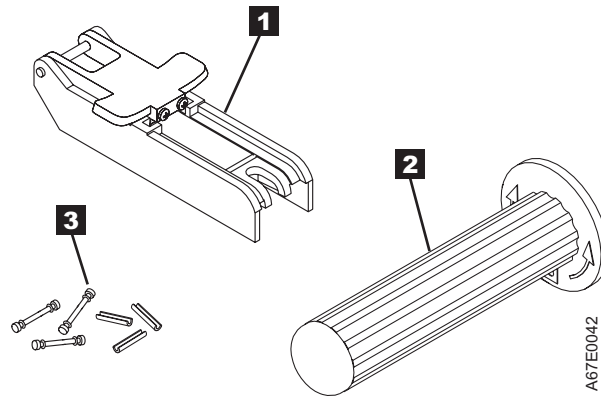

Abbildung 8-11. Satz zum Wiederanbringen des Bandmitnehmerstifts
- **Werkzeug zum Wiederanbringen des Bandmitnehmerstifts** (**1** in Abb. 8-11 auf Seite 8-15). Eine Plastikklammer, mit der die Kassettenklappe offen gehalten wird.
- **Werkzeug zum manuellen Zurückspulen des Bandes** (**2** in Abb. 8-11 auf Seite 8-15). Ein Werkzeug, das in die Nabe der Kassette passt und mit dem Sie das Band in die oder aus der Kassette spulen können.
- **Stiftzubehör** (**3** in Abb. 8-11 auf Seite 8-15). Bandmitnehmerstifte und C-Clips.